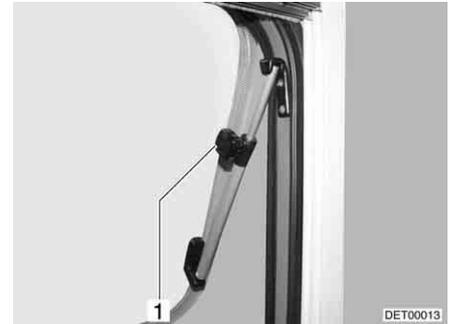

Fig. 71 Ventana abatible con soportes giratorios, abierta
- Abrir la ventana abatible hasta la posición deseada y fijarla con el botón moleteado (Fig. 71,1).
- Girar el botón moleteado (Fig. 71,1) hasta que se libere el bloqueo.